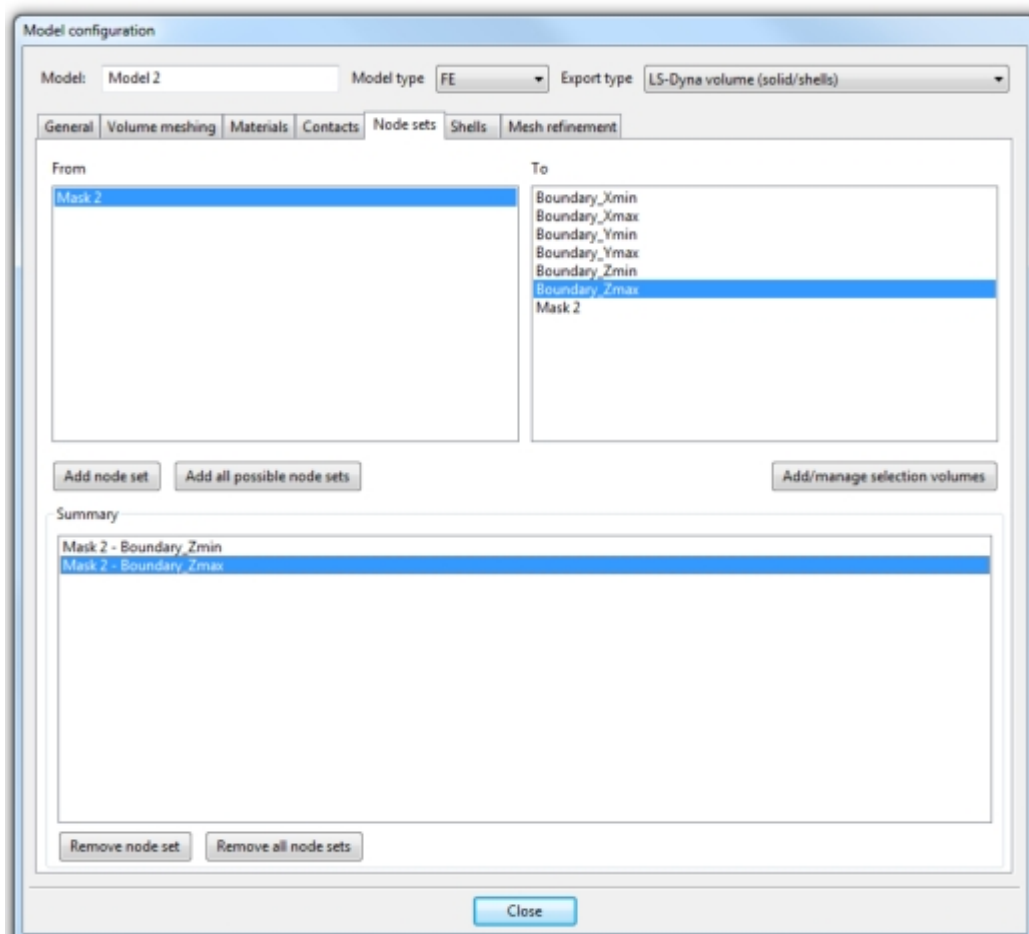

图 1-24 Node set 标签页
7. 在 **Node Sets** 标签页中, (图 1-24)